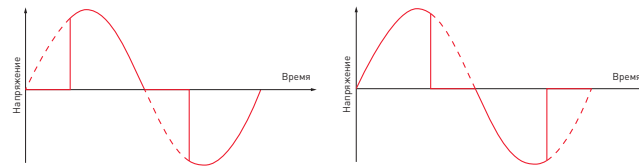

Рис. 5. Выбор фронта отсечки сетевого напряжения
- 3.4. Установите DIP-переключатель в одно из положений, в зависимости от типа подключаемой нагрузки: отсечка по переднему фронту применяется для резистивной (R) и индуктивной (L) нагрузки, а по заднему — для резистивной (R) и емкостной (C, в том числе LED) (см. рис. 5).